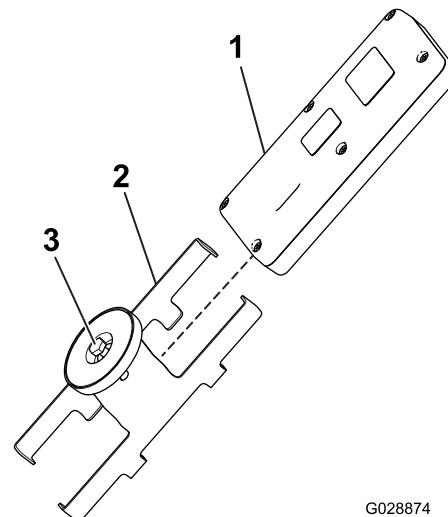

图19
- 将手持遥控器装入磁性遥控器支架将两半滑到一起并固定然后拧紧磁性支架内的螺栓 图19。